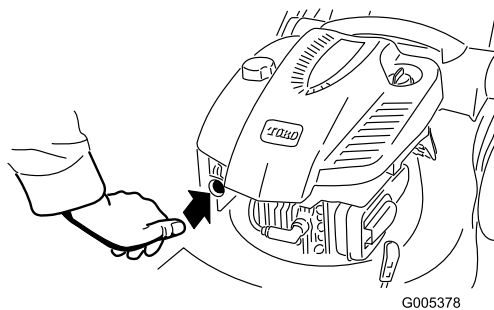

Bild 12
1. Drücken Sie die Kaltstarthilfe dreimal kräftig mit dem Daumen, halten Sie die Kaltstarthilfe jeweils für eine Sekunde gedrückt (Bild 12).